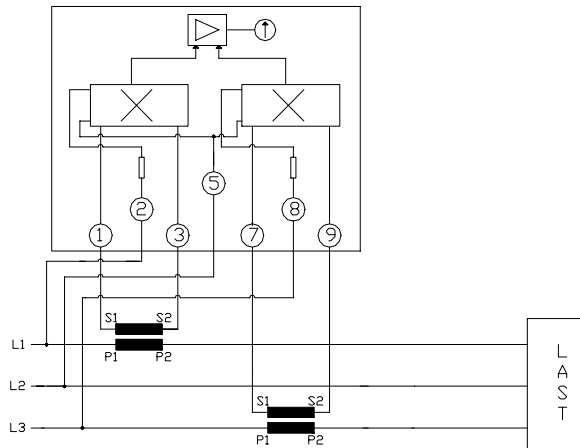

Fig. 2 Kobling av wattmeter type ubalansert WTCA 230V/400V (IT-nett).
- 4/ Fig 2 i skjema 97101 viser koblingsskjema for en ubalansert trefasekrets. (230/400 V,IT).